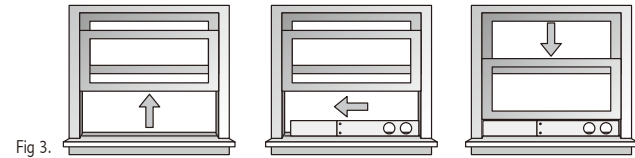

Fig 3.
C. Installez l'ensemble de glissières pour fenêtre : Fig. 3.